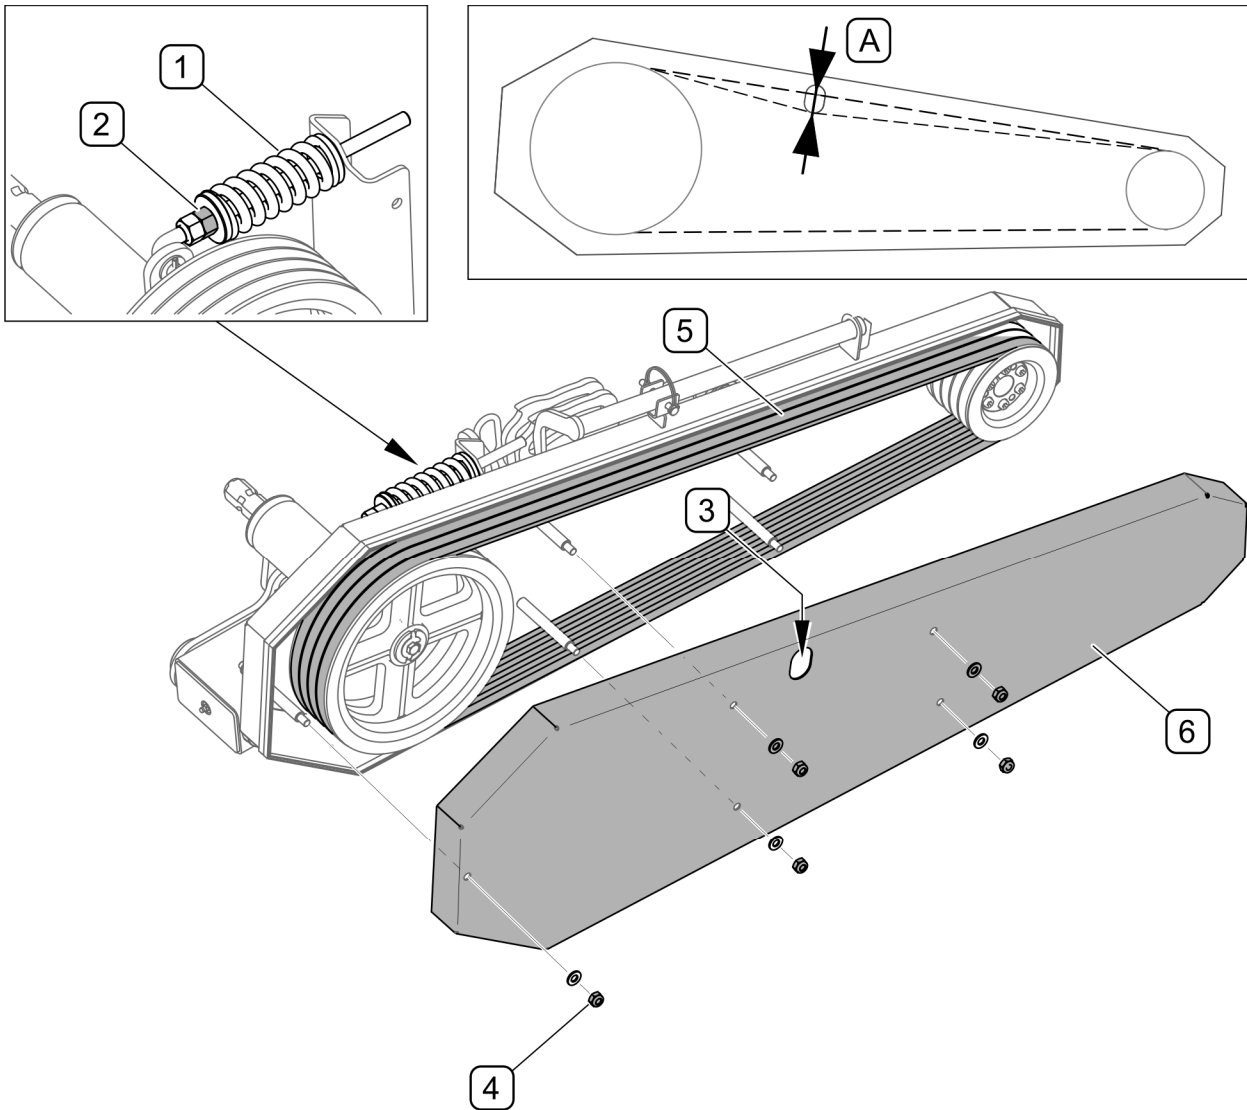

ABBILDUNG 5.5 Kontrolle und Einstellung der Keilriemen
Die Wartung der Antriebsübertragung beruht auf der regelmäßigen Kontrolle, Einstellung und eventuellen Auswechslung der Keilriemen. Die Kontrolle der Keilriemen (ABBILDUNG 5.5) beruht auf der Überprüfung der Riemenspannung durch die Kontrollöffnung (3). Die in der Kontrollöffnung (3) gemessene Durchbiegung (A) des Keilriemens darf 30 mm nicht überschreiten. Die Spannung wird für jeden der Riemen einzeln geprüft. Wenn sich die Länge der Riemen nur unwesentlich voneinander unterscheidet, muss die Spannung für den kürzesten Riemen eingestellt werden. Die Riemenspannung kann mithilfe der Mutter (2) des Federspanners (1) eingestellt werden.
Wenn einer der Riemen beschädigt ist, wird empfohlen, den kompletten Satz auszutauschen. Um die Keilriemen auszuwechseln, muss der Federspanner (1) gelöst, die Mutter (4) abgeschraubt und die Schutzabdeckung (6) abgenommen werden. Nach dem Auswechseln der Riemen die Abdeckung (6) wieder anbringen und die Riemen spannen (ABBILDUNG 5.5).